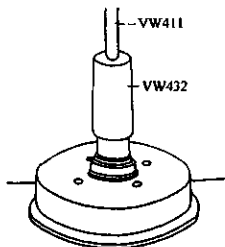
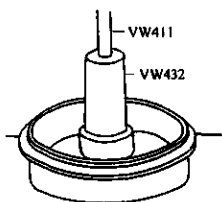

图 3-185 压入外轴承的外圈
图 3-186 压入内轴承的外圈
1) 用专用工具将车轮内、外轴承外圈压入制动轮毂, 如图 3-185 和图 3-186 所示。